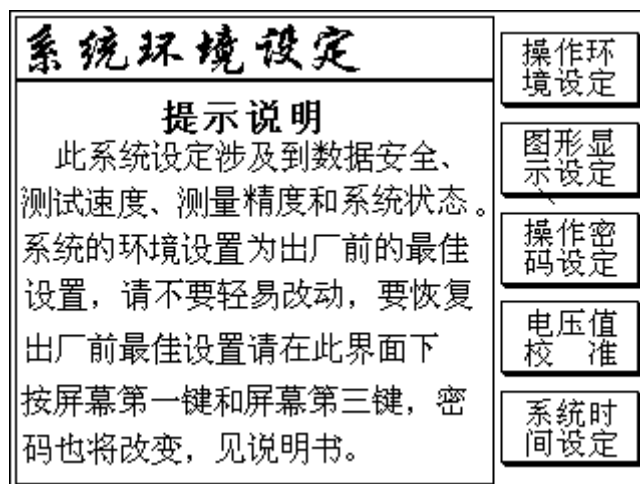
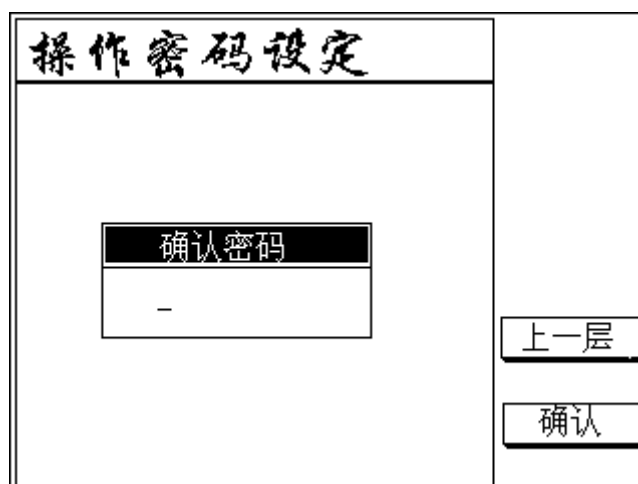

图 11
图 15
输入密码之后（出厂密码是‘111111’，如果您设置密码忘记了可同时按下屏幕第一和第三键解密，密码为出厂密码）按下[Enter]，将显示（图 11）如下
- 屏幕键四用以高压自校准设定，按下屏幕键显示如（图 15）所示
(b) 对以上设置满意后按下[Enter]保存设置的状态，将显示如图 15 所示，（如果不想保存通过[Exit]取消已设置的密码，这时返回的是主界面）。
在此界面（图 15）下实现功能如下：
(b) 这次输入的密码和第一次一样时，按下[Enter]保存设置的密码，将显示如（图 11）所示，这时系统密码将改变为新设的密码，否则将显示如（图 15）所示提示您重新输入确认密码（如果不想保存通过[Exit]取消已设置的密码，这时返回的是主界面）。